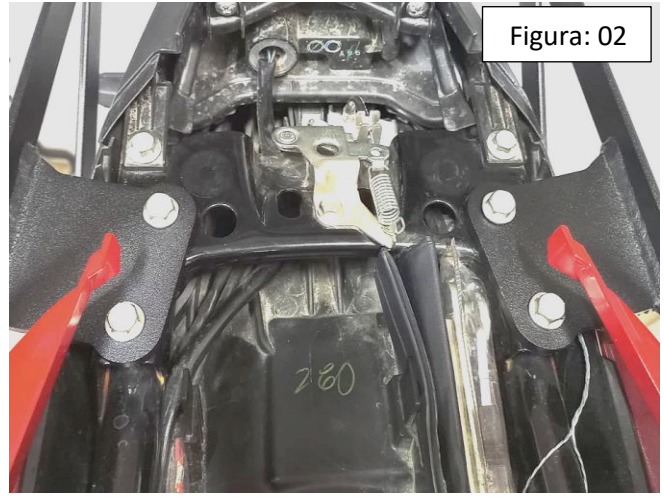

Figura: 02
**02-** Posicione o suporte de baú (item 01) na posição da alça retirada anteriormente, utilize os parafusos originais para a fixação, Fig. 02 e 03;